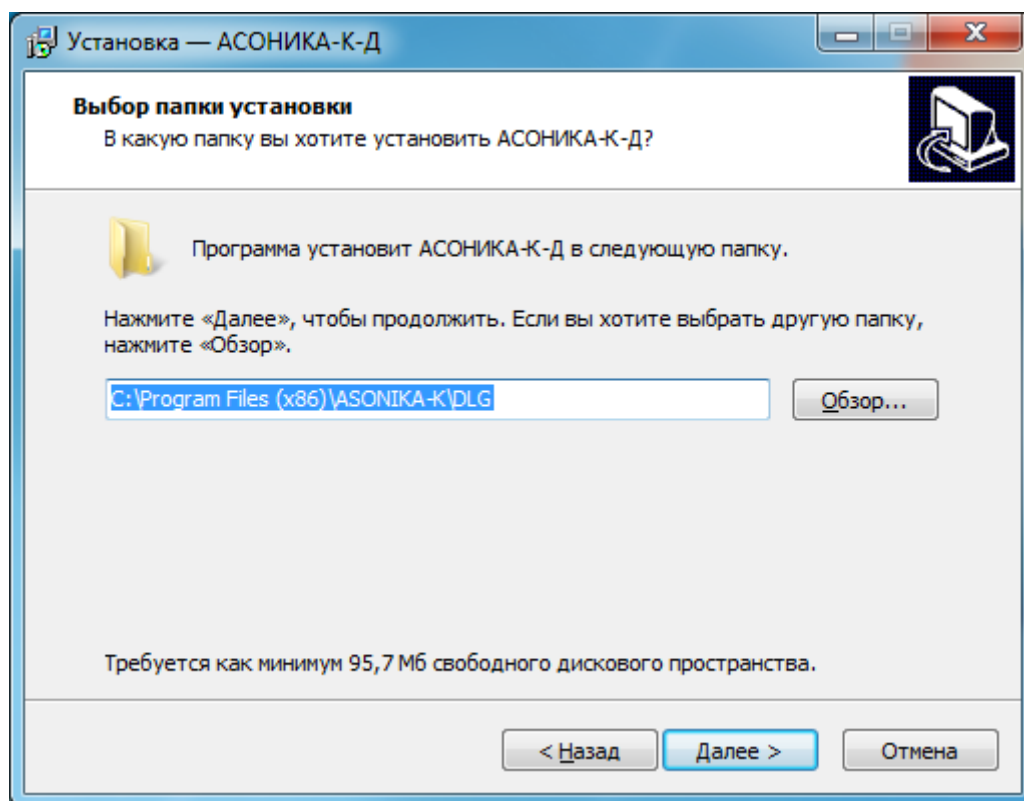

Рисунок 3.3. Папка «по умолчанию», в которую будет установлена система АСОНИКА-К-Д
В появившемся окне мастером установки Вам будет предложено имя папки «по умолчанию», в которую будет установлена система АСОНИКА-К-Д (см. рисунок 3.3). А также сообщит о минимальном размере
- Для продолжения установки в папку, предложенную «по умолчанию», нажмите кнопку «Далее» (см. рисунок 3.3).
- Чтобы выбрать другую папку, нажмите кнопку «Обзор» (см. рисунок 3.3).